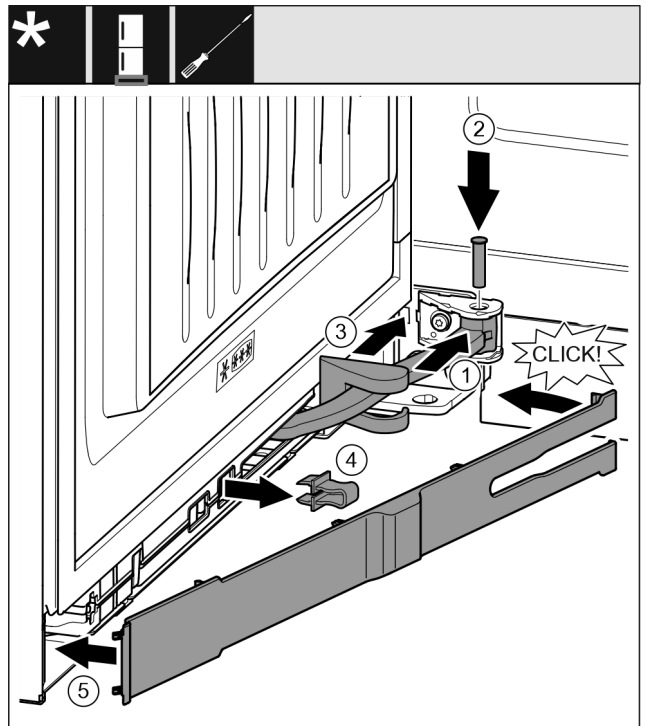

Fig. 69
- ▶ Gelenk Fig. 69 (1) in Aufhängung drehen.
- ▶ Bolzen Fig. 69 (2) mit einem Schraubendreher in Aufhängung und Gelenk einsetzen. Dabei darauf achten, dass der Rastnocken korrekt in der Nut sitzt.
- ▶ Lagerbockabdeckung Fig. 69 (3) entlang des Gelenks schieben und über der Aufhängung montieren.
- ▶ Sicherung Fig. 69 (4) abnehmen.
- ▶ Blende Fig. 69 (5) griffseitig ansetzen und einschwenken.